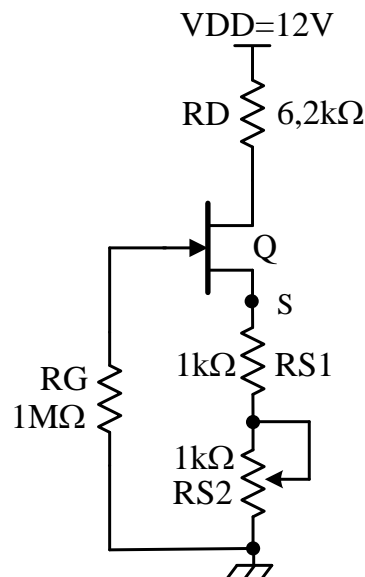

FIGURA 2. Variación en la Polarización del JFET.
2.2) Para el circuito de la Figura 2, varíe el potenciómetro de hasta conseguir el punto de estático de operación. Anote las mediciones.
- Ubique, para el circuito de la Figura 2, todos los puntos de operación obtenidos experimentalmente sobre la característica de salida dada por el fabricante del transistor utilizado.